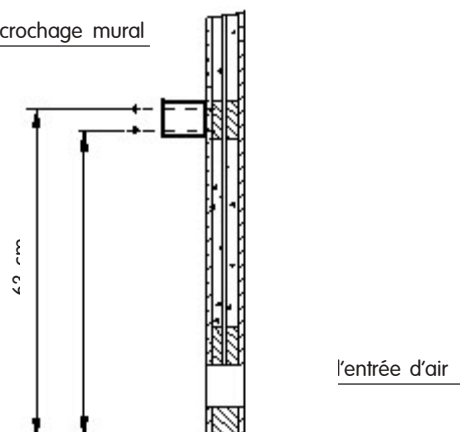

Fig. 5
- A l'aide des vis à panneaux d'agglomérés ci-jointes, vissez à fond la fixation murale conformément aux fig. 5 + 6, centrée au-dessus de l'orifice d'entrée d'air.